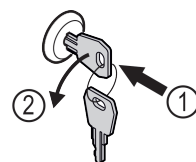

Fig. 179
- ▶ Introducir la llave. Fig. 179 (1)
- ▶ Girar la llave 90° en sentido antihorario. Fig. 179 (2)